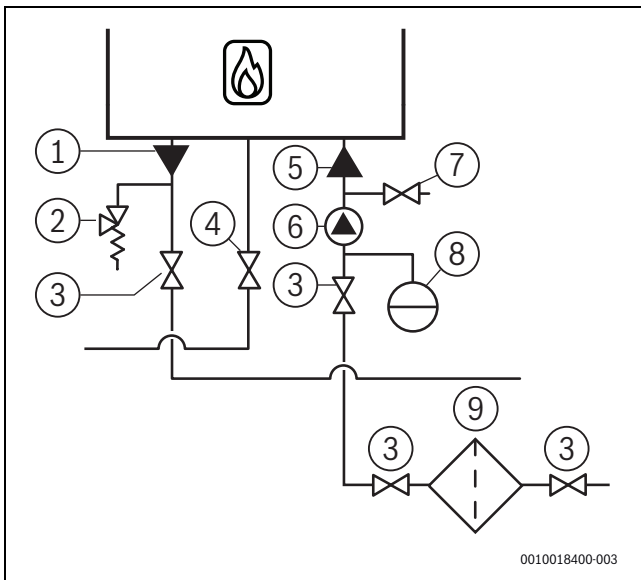

Bild 18 Anschluss Heizwasserleitungen
- Sowohl den Anschluss des Ausdehnungsgefäßes als auch das Sicherheitsventil direkt unter dem Kessel und oberhalb der Serviceventile montieren. (→ Abb. 18, S. 18).
- In der Vor- und in der Rücklaufleitung ein Serviceventil montieren (→ Abb. 18, S. 18).